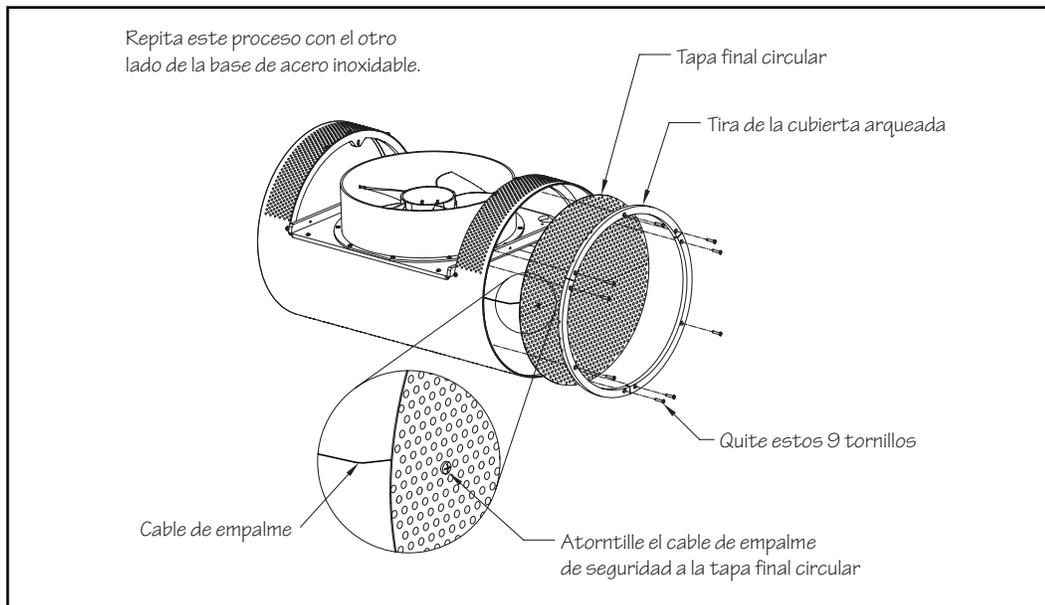

Fig. 6.1
- 6.2 Tenga cuidado al manejar o trabajar con alguno de los componentes de acero inoxidable de la unidad de natación. Los extremos pueden ser afilados. El primer paso es quitar las dos tapas finales circulares a cada lado de la base cilíndrica. Hay tres tiras de cubierta arqueadas alrededor del perímetro de la tapa final. Desatornille los nueve tornillos que afianzan las tiras de la cubierta (tres tornillos por tira). Hay un cable de acero inoxidable que conecta la tapa final con la base. El cable puede desconectarse para facilitar el montaje de la unidad. Si está desconectado, el cable deberá volverse a empalmar al montar. Repita este paso con el otro lado de la base de acero inoxidable. Con cuidado, retire cada capa final (Fig. 6.1).